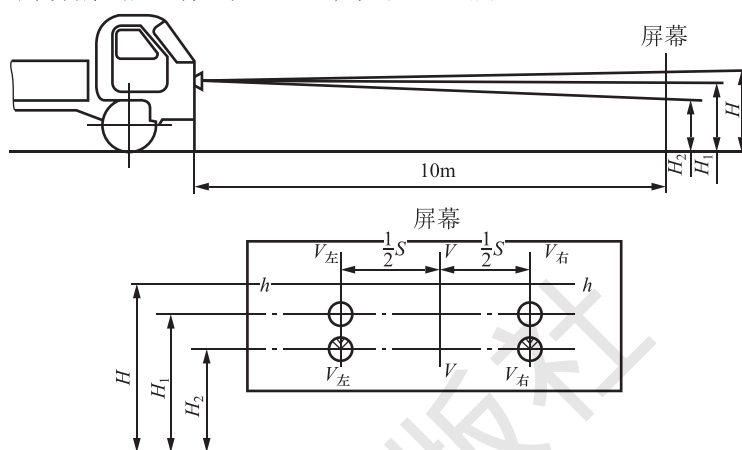

图1-11 前照灯的光束照射位置
①机动车在检验前照灯的近光束照射位置时，车辆空载，允许乘坐一名驾驶员，轮胎气压应符合汽车制造厂的规定。前照灯在距离屏幕10m处，光束明暗截止线转角或中点的高度 H_2 应为 $0.7 \sim 0.9H$ （ H 为前照灯中心高度），其水平方向位置向左偏 $V_{左}$ 不得大于170mm，向右偏 $V_{右}$ 不得大于350mm，如图1-11所示。